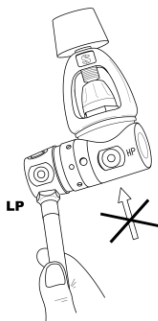

図 1
パワーインフレーターあるいはA.I.R.2の中圧(LP) ホースをファーストステージの未使用LPポート(図1)に示すように接続してください。